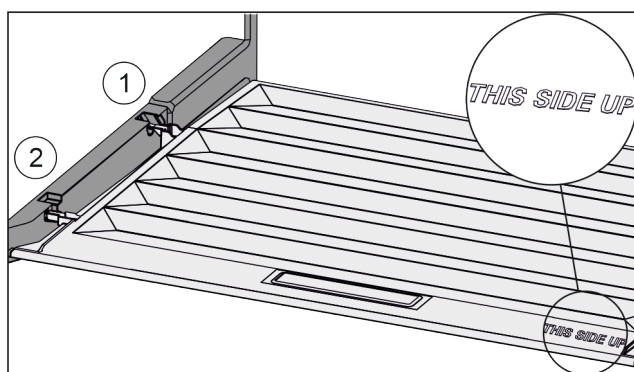

Fig. 36
- ▶ Ramiona pokrywy wprowadzić ponad otworem tylnego uchwytu Fig. 36 (1) i zazębić z przodu w uchwycie Fig. 36 (2).